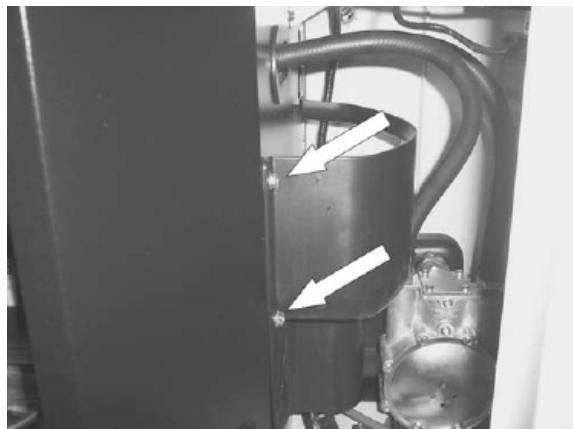

Рисунок 9.
- Снять ловушку на впуске: С помощью накидной головки 10 мм открутить болты, крепящие ловушку на впуске. Аккуратно потянуть ловушку на себя, на задней стенке расположены два ушка, удерживающие деталь на разделительной панели. Смотреть рисунок 9.